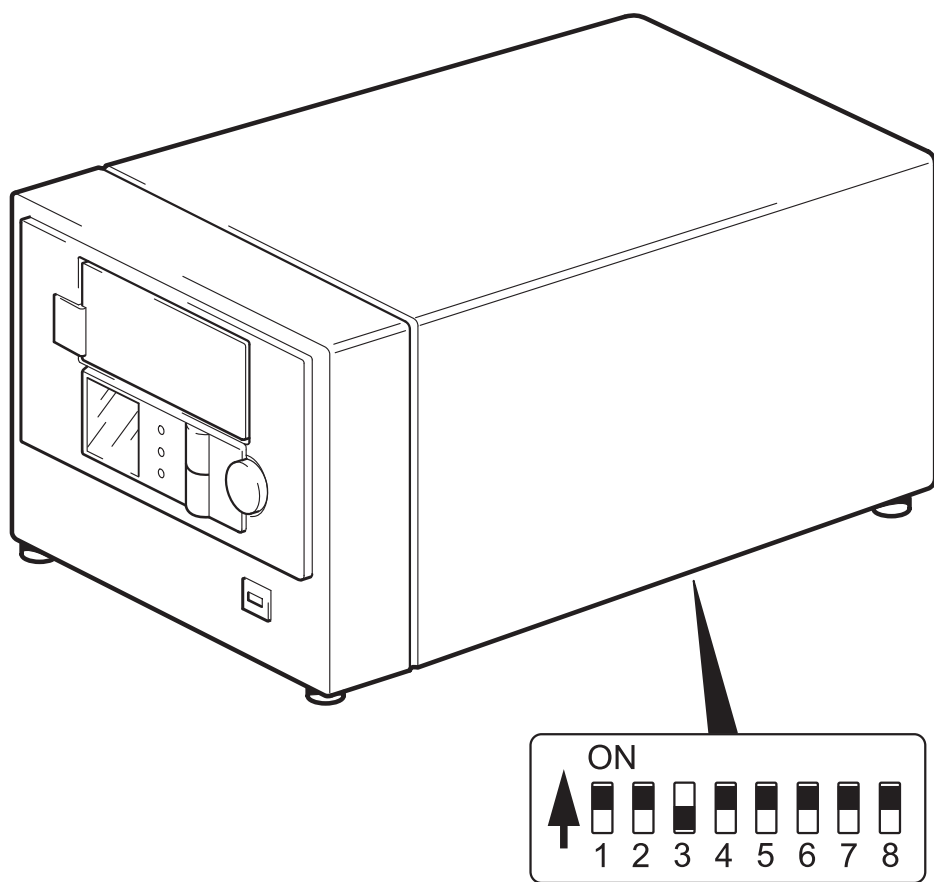

图 5: 设置 UNIX 配置开关
- 2 如果您的 UNIX 配置需要它，请根据图 5 所示的缺省设置，更改位于自动装载器底部的配置开关。